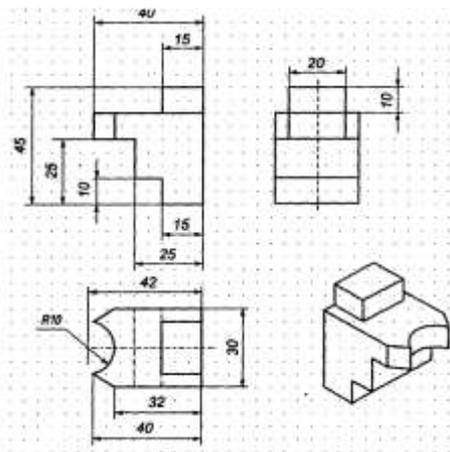

Рисунок 39
15. Повторяем пп.10-12 для отрезков 1-6 (см. рис.39).
20. Плоский чертеж трех видов детали готов (рис.39)
13. В появившемся диалоговом окне Параметры для выдавливания 3-мерной модели подвески задайте параметр толщины подвески $s_3=3\text{мм}$ – «На расстояние» 3мм (см. рис.39).